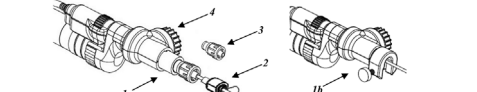

Figura 1
1. Se si sta utilizzando un manipolo nel canale in funzione (**Figura 1**), è stato aggiunto un meccanismo di controllo della profondità con raccordo luer (**1a**) o un attacco MINOP unico (**1b**) per l'interfaccia con gli endoscopi.